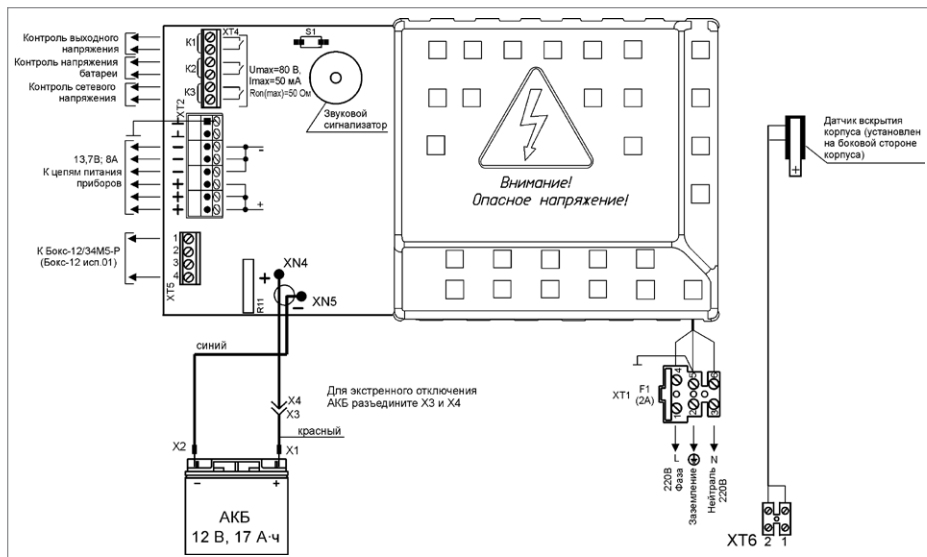

Рисунок 7. Схема подключения РИП-12 исп.17 (РИП-12-8/17М1-Р)
1.6. Схема подключения РИП-12 исп.17 (РИП-12-8/17М1-Р) приведена на рис. 7.
- 1.13. Проверьте правильность произведённого монтажа в соответствии со схемой подключения (рис. 7).
- 2.12. Отключите аккумуляторную батарею от платы РИП, отсоединив контакты Х1, Х2 от клемм АКБ (см. рис. 7).